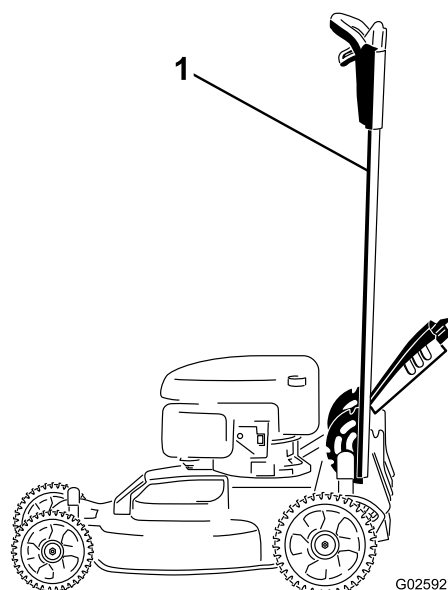

Figure 37
- Verrouillez le guidon en position verticale (Figure 37); voir Réglage de la hauteur du guidon (page 13).